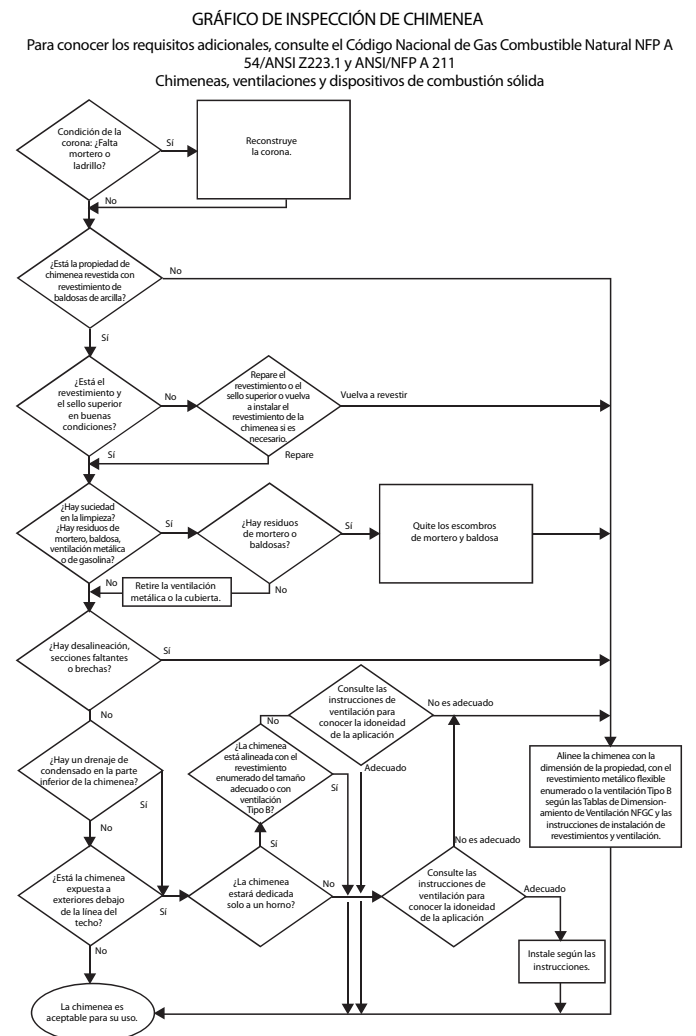

Figure 33 – Tableau d’inspection de cheminée
6. N'évacuez pas cet appareil dans une cheminée de maçonnerie non chemisée. Consultez le tableau d'inspection de cheminée, à la Figure 33.
Les inspections effectuées avant la vente et au moment de l'installation détermineront l'acceptabilité de la cheminée ou la nécessité d'une réparation ou d'un nouveau chemisage. Consultez la Figure 33 pour effectuer une inspection de cheminée. Si l'inspection d'une cheminée avec chemise de tuiles utilisée précédemment :